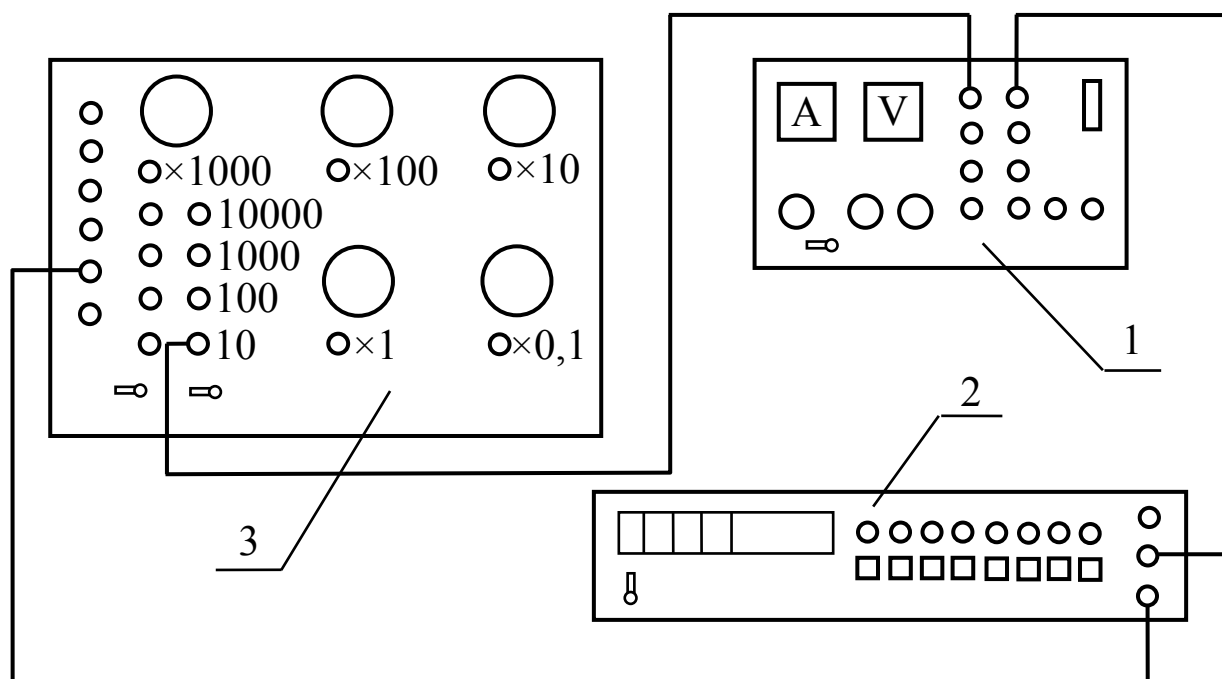

Рис. 3.1. Схема экспериментальной установки
Блок-схема измерительной установки (рис. 3.1) состоит из источника питания (1), электроизмерительного прибора В7-40 (2) и моста постоянного тока (3), который в данной работе употребляется в качестве магазина сопротивлений. Чтобы получить сопротивление нагрузки, мост подключается таким образом, как указано на рисунке. Сопротивление нагрузки вычисляется как сумма сопротивлений 10 Ом (при указанном на рисунке соединении) и показания декадных резисторов (магазина сопротивлений).